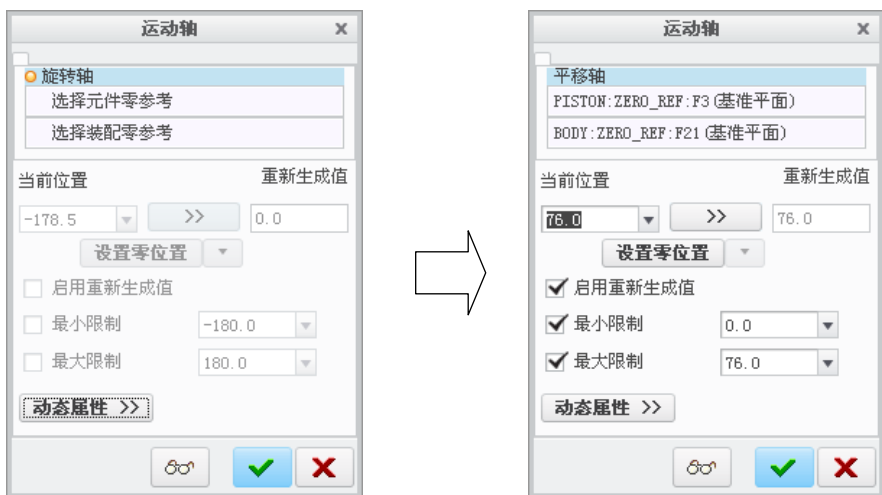
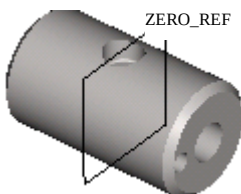
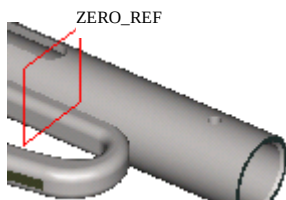

图 9.5.70 “运动轴”对话框
图 9.5.71 活塞零件的 ZERO_REF 基准平面
图 9.5.72 主体零件的 ZERO_REF 基准平面
(2) 右击, 在弹出的快捷菜单中选择 **编辑定义** 命令, 系统弹出图 9.5.70 所示的“运动轴”对话框, 在该对话框中进行下列操作:
① 在连接件和组件上选取 **零** 参考。查找并选取活塞 (Piston) 零件中的 ZERO_REF 基准平面和主体 (Body) 零件中的 ZERO_REF 基准平面 (图 9.5.71 和图 9.5.72), 则选取的参考自动显示在图 9.5.70 所示的“运动轴”对话框中。
② 指定再生值。在对话框中选中 ☒ 启用重新生成值 复选框,然后在“当前位置”文本框中输入距离值 76.0,再单击 **>>** 按钮,将该值设置为再生值,如图 9.5.70 所示。
③ 指定限制值。在对话框中选中 ☒ 最小限制 复选框,并在其后的文本框中输入距离值 0.0;选中 ☒ 最大限制,并在其后的文本框中输入距离值 76.0,这样就限定了该运动轴的运动范围。
④ 单击对话框中的 **✓** 按钮。